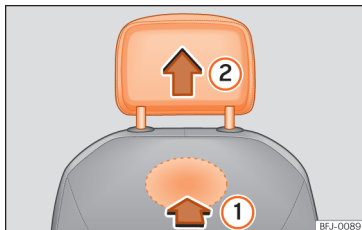

Fig. 110 Encosto de cabeça dianteiro: desmontagem.
- Para desbloqueá-lo, procure o entalhe situado na parte traseira do encosto na zona marcada e pressione no sentido da seta » **Fig. 110 ①**.
- Retire o encosto de cabeça no sentido da seta **②**.